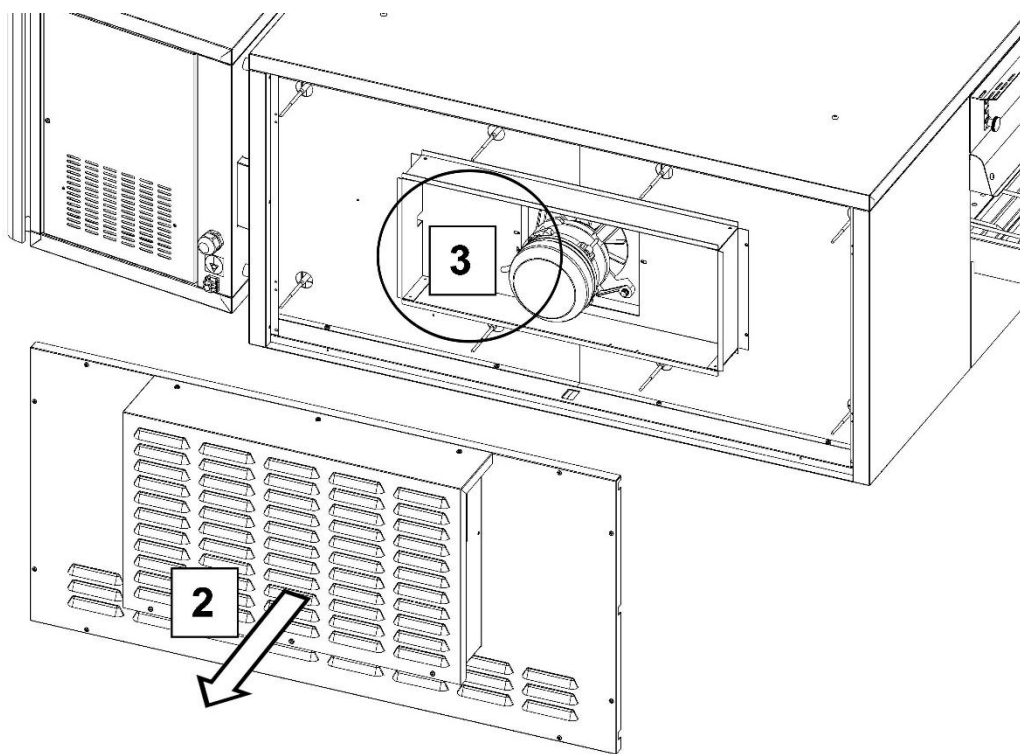

Fig.5
2. Retirer le panneau arrière et débrancher les connexions électriques des ventilateurs de refroidissement, situés dans la partie supérieure du panneau (Fig.5).
3. Déconnecter les connexions électriques du moteur de ventilation (Fig. 5, zone 3)
En appuyant sur l'icône «Moteur» (Fig. 4), s'ouvre le menu permettant de modifier le type de moteur (1-2-3-4). Tapez sur le cercle et faites glisser votre doigt dans le sens horaire ou antihoraire pour modifier le paramètre (Fig. 5).